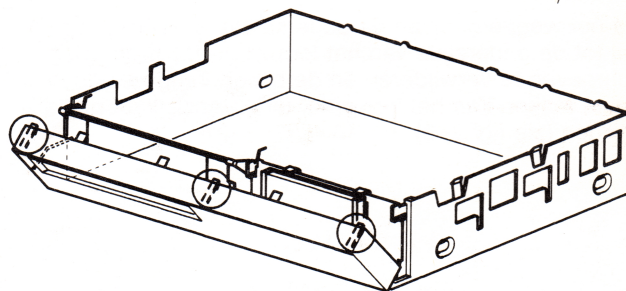

Fig. 2-3
- Het bedieningspaneel is met drie klikconstructies (zie fig. 2-3) aan de onderkast vergrendeld. Door deze klikconstructies te ontgrendelen kan het gehele bedieningspaneel naar voren worden gekanteld.